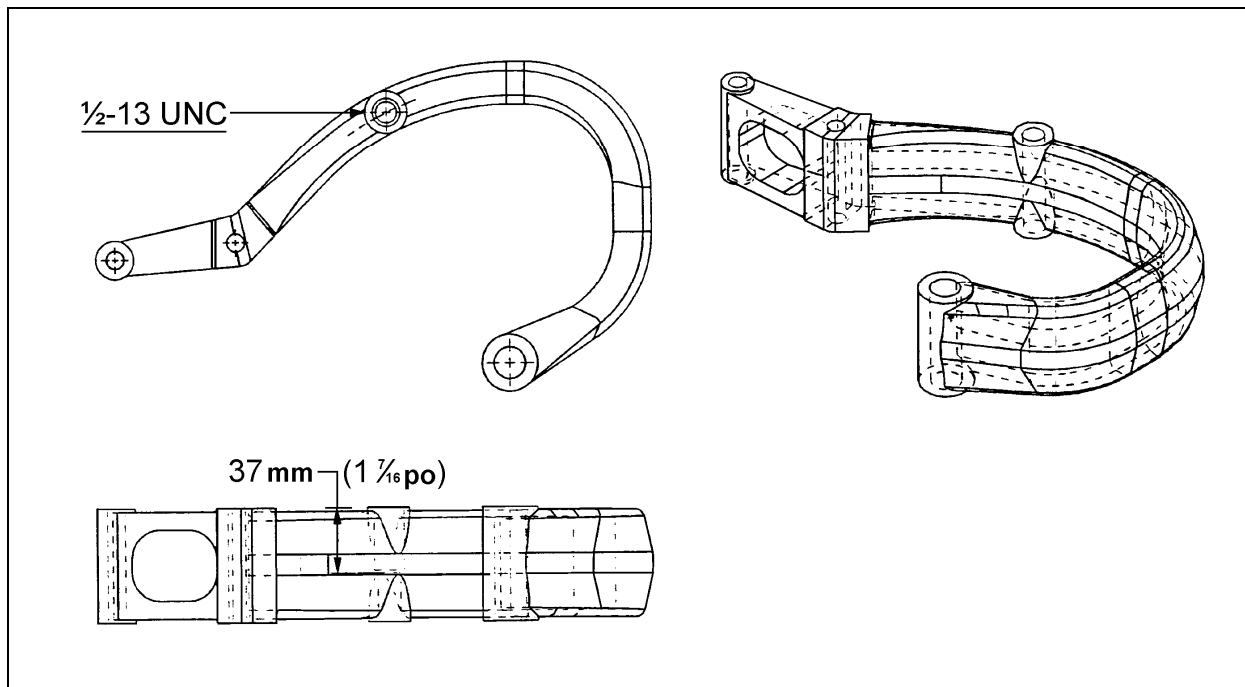

FIGURE 3 : CHARNIÈRE SUPÉRIEURE
4. Agrandir et tarauder le trou de la charnière supérieure pour obtenir un filet de ½-13 UNC à une profondeur d'environ 37 mm (1 7/16 po) (voir figure 3).